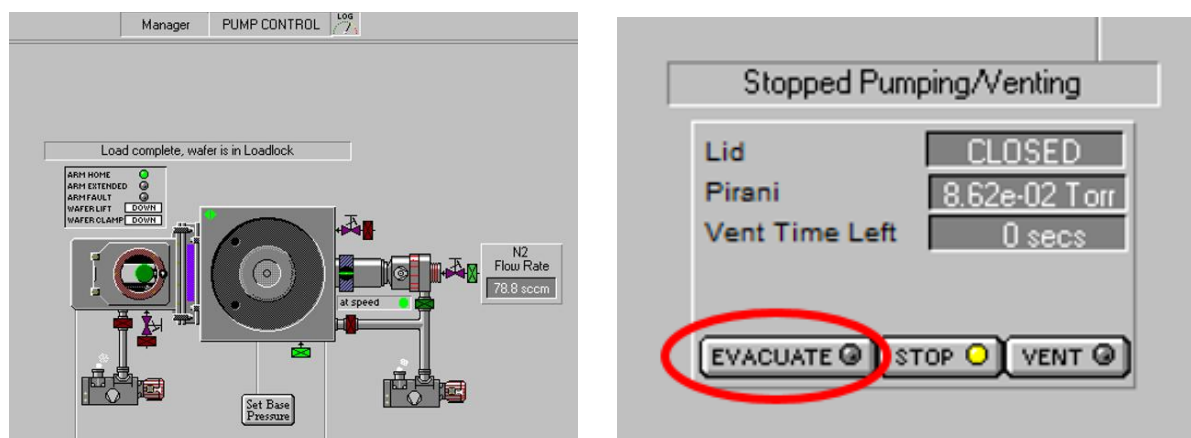

Figure 18 : Page PUMP CONTROL
14) Fermer la porte du sas, activer « **EVACUATE** » pour pomper dans le sas (Figure 18).